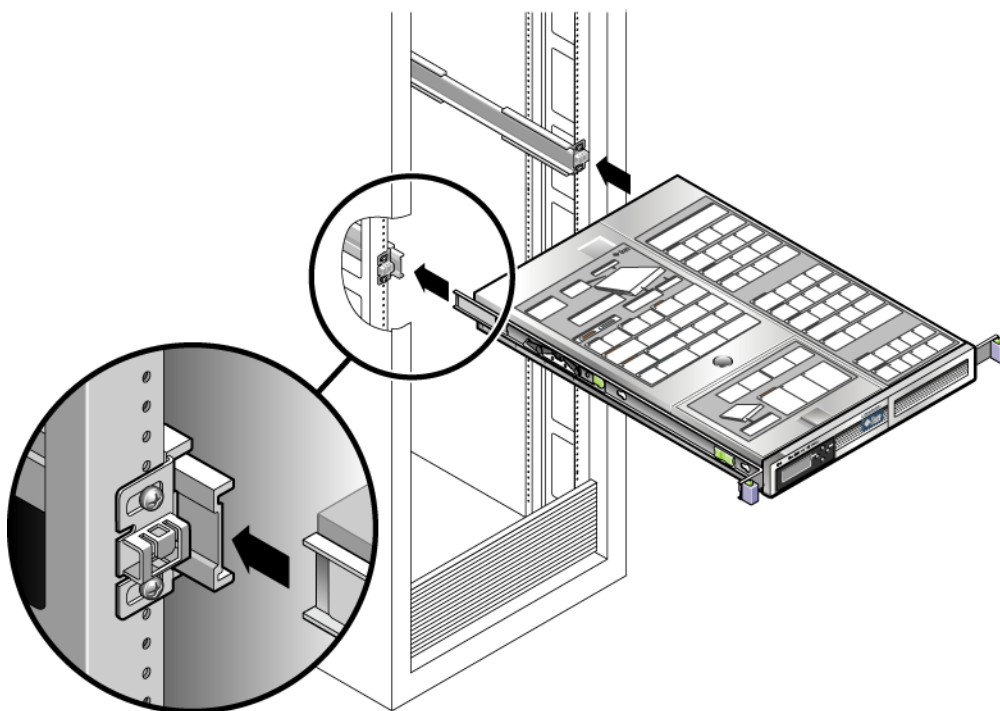

FIGURA 2-18 Montaje del chasis en las guías deslizantes
10. Con otra persona, levante el dispositivo e inserte los extremos de los soportes en las guías deslizantes (FIGURA 2-18).